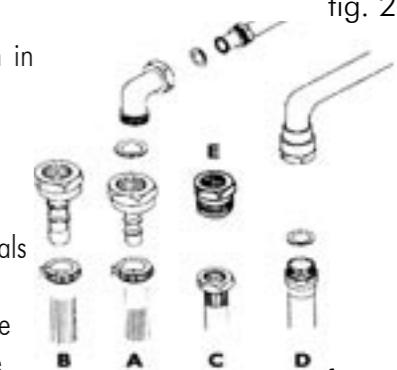

fig. 3
4. In Spanje, Italië, Portugal, Luxemburg, Duitsland en Griekenland is het toegestaan het toestel aan te sluiten met behulp van een eindstuk en een soepele leiding, zoals aangegeven in (fig. 3). Voor die landen moeten de eindstukken beantwoorden aan de geldende nationale normen. Voor Denemarken, Nederland en Ierland moet de aansluiting gebeuren met behulp van het onderdeel E (fig. 3) en met soepele leidingen zoals aangegeven in C (fig. 3) of met harde leidingen. Dat type aansluiting kan ook worden gebruikt in Spanje, Italië, Portugal, Luxemburg, Duitsland en Griekenland. In Engeland mag de aansluiting worden uitgevoerd zoals aangegeven in D (fig. 3). In Frankrijk is het verplicht de aansluiting op het aardgas net uit te voeren met behulp van flexibele leiding met eindstuk, zoals aangegeven in C of met een harde leiding. De toeleverleiding mag in geen geval achter de oven lopen of in contact staan met de aangrenzende wanden. Na het uitvoeren van de aansluiting moet u nagaan of de aansluiting